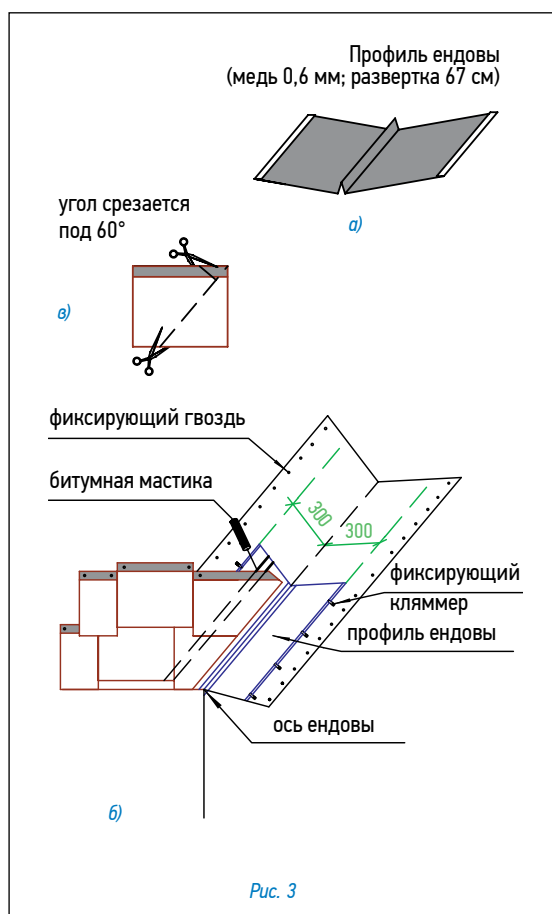

Рис. 3
Ендова (рис. 3)
- ровно по центру ендовы устанавливается профиль ендовы (медь 0,6 мм, развертка 67 см) (рис. 3а);
Внимание: 1. Необходимо также подрезать верхний уголок обрезанного края листа (см. рис. 3в) для правильного стока воды.